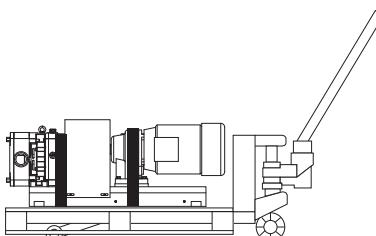

Рис. 12 Транспортировка напольным транспортным средством
- Проверить, надежно ли насос закреплен на поддоне. например, стропами, см. Рис. 12 „Транспортировка напольным транспортным средством", страница 8.